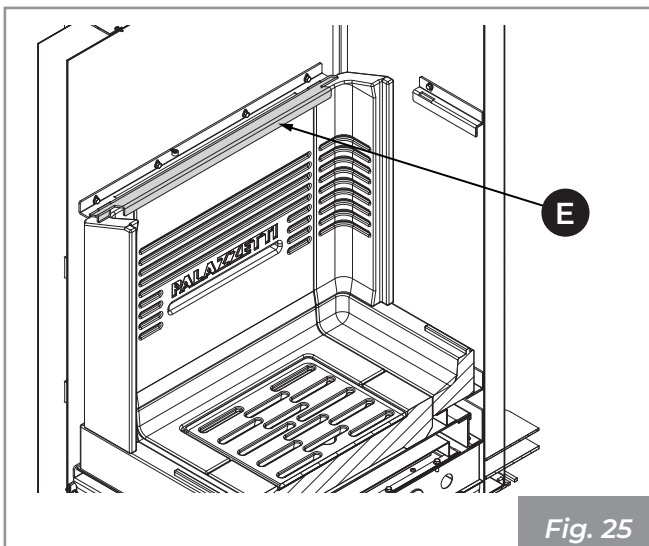

Fig. 25
- 9) Colocar el estribo de bloqueo superior (E) que alinea la pared de fondo con los dos angulares en refractario (Fig. 25).